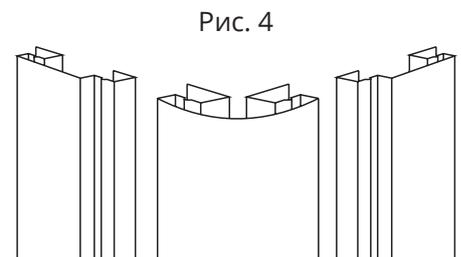

Рис. 4
Для обрамления наружных углов можно использовать прямой угол или радиусную планку с широкой наборной планкой (наличником) из декоративной системы GL ЯФАСАД (рис. 4).
- Вставьте наборные планки в радиусные планки, закрепите их (рис. 4).